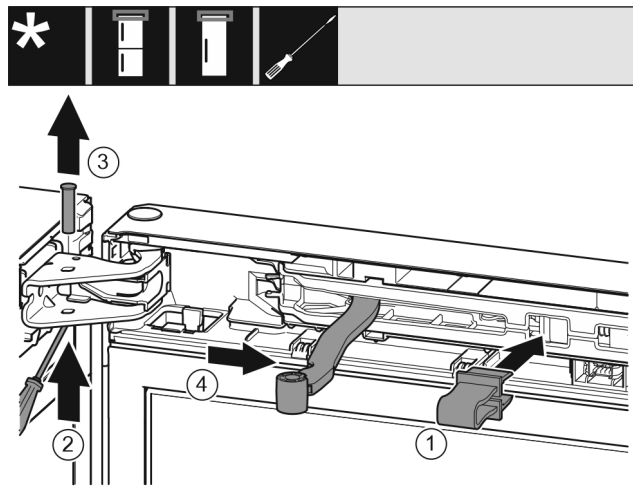

Fig. 10
► Pojistku nechte zapadnout do otvoru. Fig. 10 (1)
► Šroubovákem vysuňte čep. Fig. 10 (2)
► Čep vytáhněte směrem nahoru. Fig. 10 (3)
► Otočte kloub směrem ke dveřím. Fig. 10 (4)